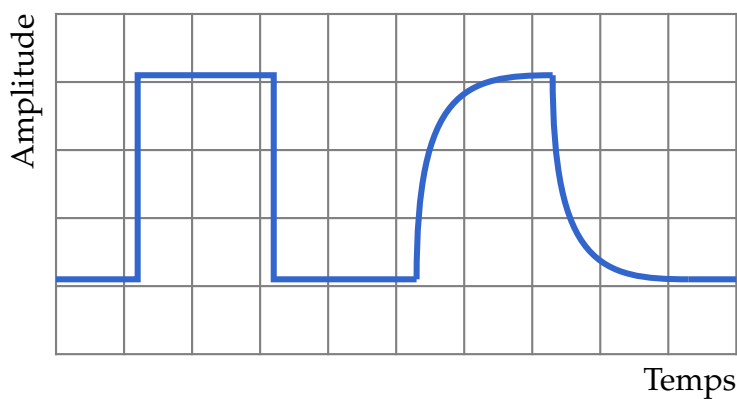

FIGURE 2 – Forme d'onde obtenue à l'oscilloscope
La forme d'onde qui doit être obtenue à l'oscilloscope est représentée schématiquement à la figure 2. **Lors de la préparation, essayez de répondre le plus clairement à la question : pourquoi obtient-on cette forme d'onde.**
c. Pourquoi la deuxième impulsion sur la figure 2 n'a pas la même forme que la première ?